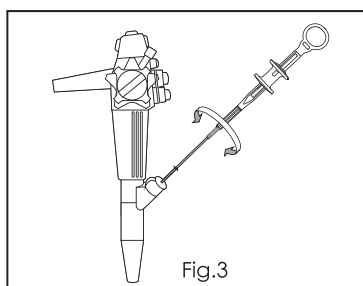

Fig.3
- El clip puede girarse en el sentido de las agujas del reloj o en el sentido contrario; para ello, debe girarse con lentitud el componente del mango hasta alcanzar la posición deseada. Durante el giro, debe permitirse que el componente del mango y el anillo para el dedo giren. (Ver Fig. 3).